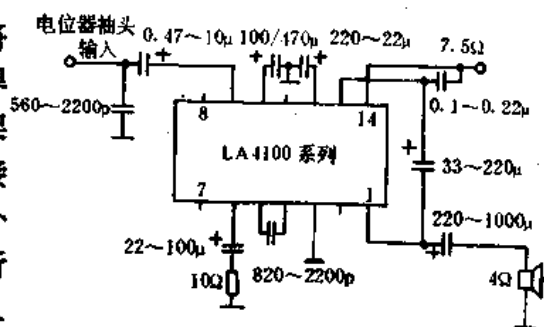

图 49-12
修复方法:用一小段  $\Phi 1\text{mm}$  左右的铜线,将 LA4100 的③脚与自身散热板相连,另一端铜线焊于 HA1361 散热板相接的地端,使 LA4100 悬架在印刷电路板铜箔面,LA4100 的外围元件可直接搭焊在有关引脚上,还可利用 HA1361 的部分外围元件。LA4100 及外围元件接线如图 49-12 所示。然后将音量电位器中心抽头接 LA4100 输入端,接好电源线、喇叭线即可。